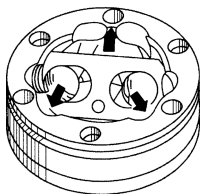

图 3-87 将保持架转出
- 3) 改变球毂方向, 如图 3-87 中箭头所示方向使球毂能从保持架拿出来, 由此使钢球与壳体轨道有足够的间隙。